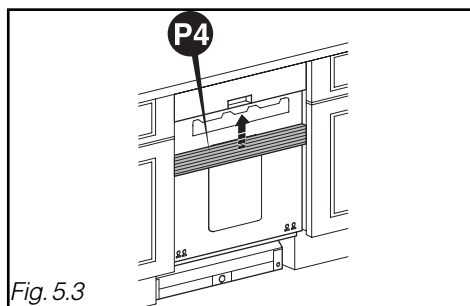

Fig. 5.3
- Sujete el conjunto de realces **P4** sobre el panel del aparato (Fig. 5.3).